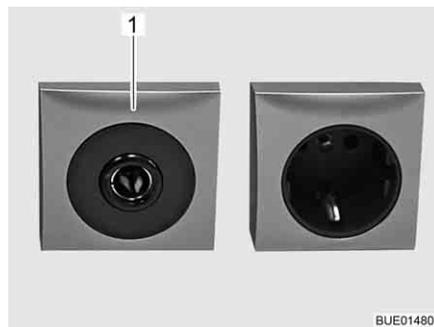

Fig. 103 Presa a 12 V/10 A
- ▷ Alle prese (Fig. 103,1) della rete di bordo a 12 V, connettere solo apparecchi funzionanti al massimo a 10 A.